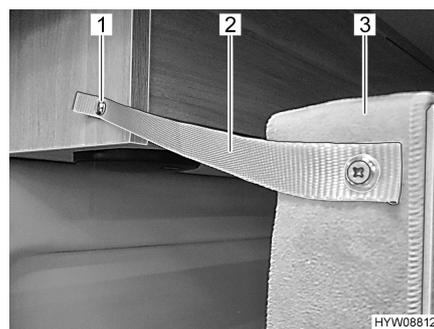

Fig. 34 Dispositivo di sicurezza posteriore
- Fissare il letto (Fig. 34,3) all'armadietto a tetto con la reggetta di sicurezza (Fig. 34,2) e il bottone a pressione (Fig. 34,1).
- Rilasciare il bottone a pressione (Fig. 34,1) sull'armadietto a tetto.